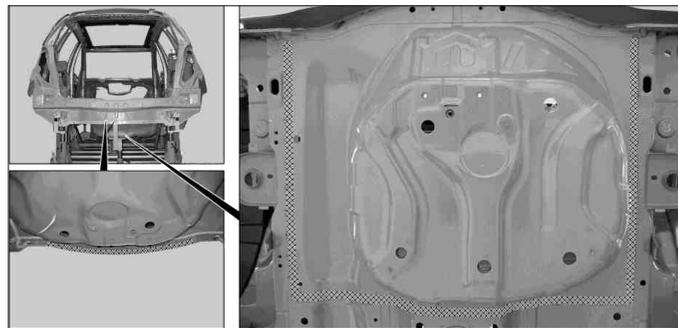

FIG. 124
- Chauffer à l'aide d'un décapeur thermique les zones hachurées (Fig.124).